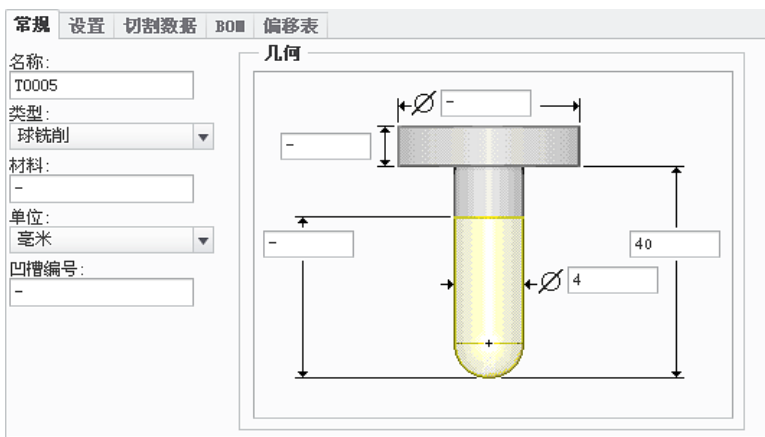

图 10.4.47 设定刀具一般参数
Step3. 在弹出的“刀具设定”对话框中单击“新建”按钮 ，在 **常规** 选项卡中设置图 10.4.47 所示的刀具参数，设置完毕后依次单击 **应用** 和 **确定** 按钮。